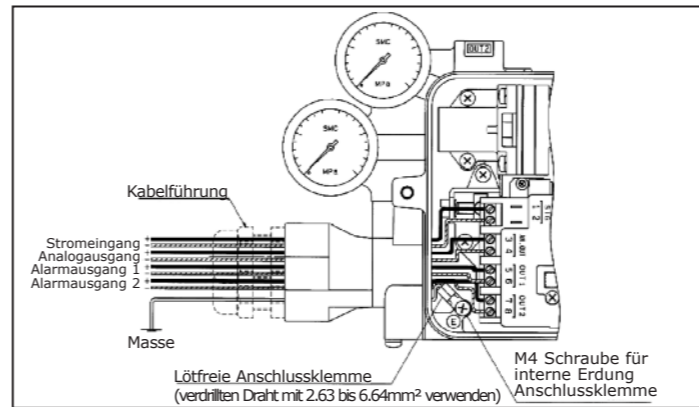

Abb. 7
- (1) Entfernen Sie die Gehäuseabdeckung des Stellungsreglers.
- (2) Verbinden Sie die Kabel für den Eingangsstrom mit einem Einstellgerät (Controller) und schließen Sie jedes Ausgangskabel gemäß Abb. 7 an. Der Stromversorgungsanschluss ist mit einem (blauen) Anschlussstecker M20x1.5 ausgestattet.